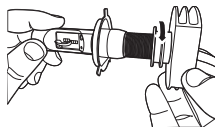

Figura -3
- Desaperte o dissipador de calor do farol LED4 conforme indicado na figura 3.